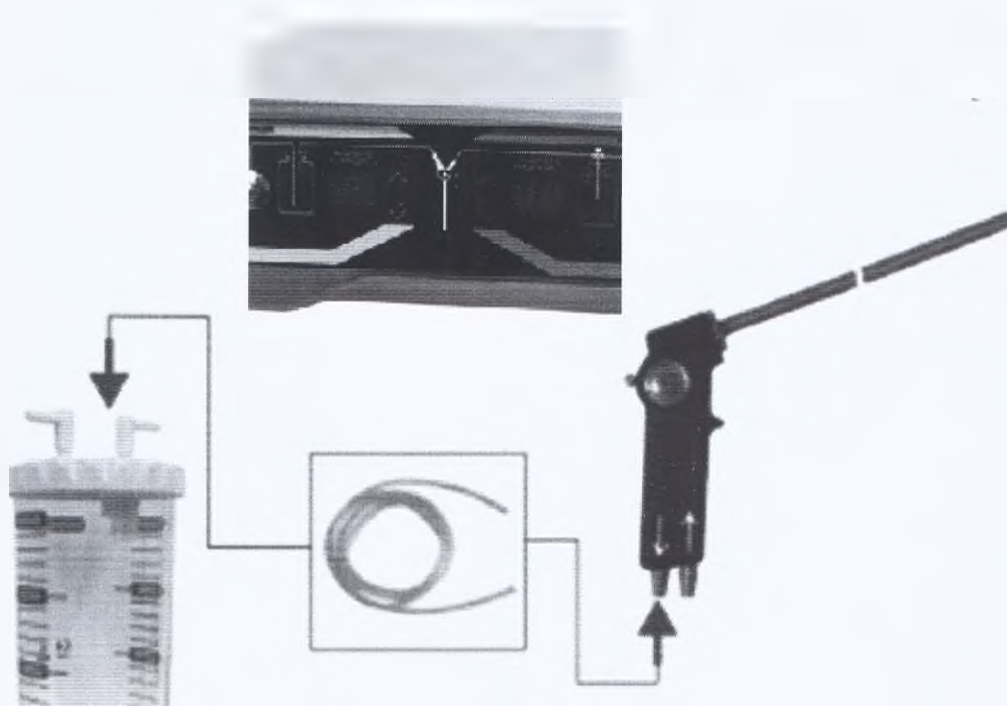

Рисунок 6.
1.8.4 Соедините длинной толстой трубкой ($\varnothing 7\text{мм}$. $L=4\text{ м.}$) штуцер на крышке пластиковой банки (к инструменту) с инструментом (канал отсоса) (рисунок 6).